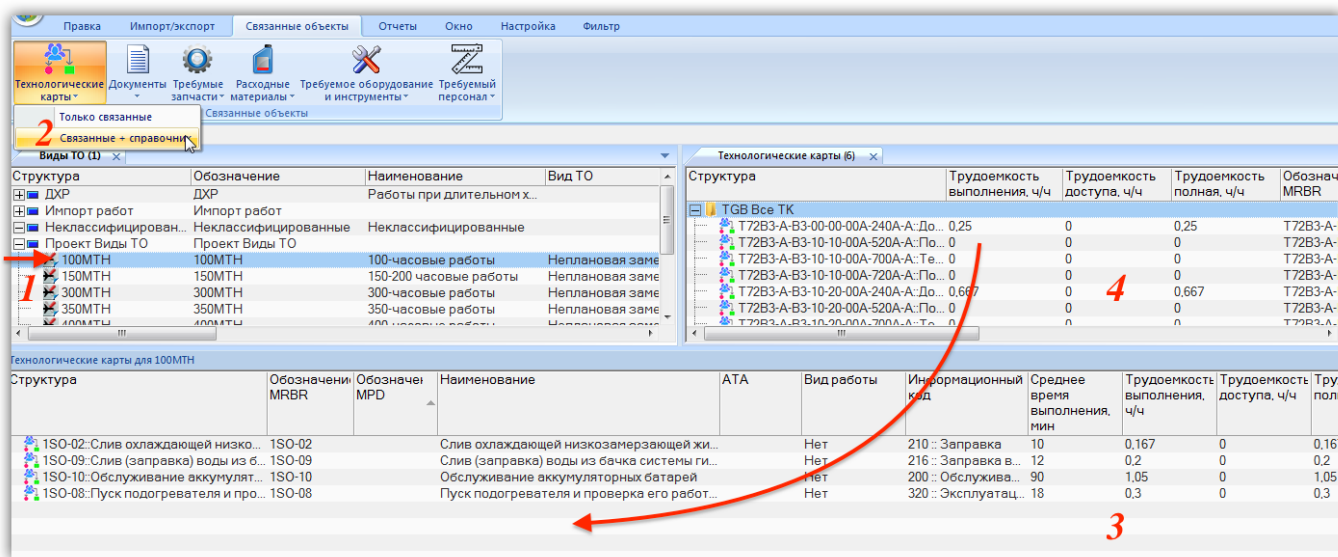

Рис. 17-17 – Установление связи вида ТО с технологическими картами
- 2) Выделить вид ТО в рабочем окне «Виды ТО» (1 на рис. 17-17).